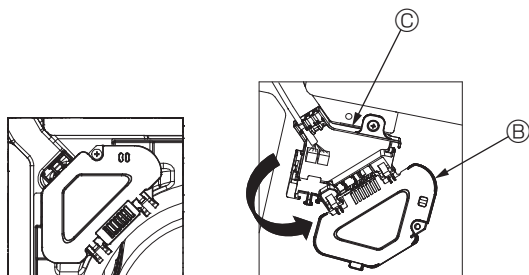

Fig. 4-5
- ③ Retire el tornillo que sujeta la cubierta de la caja de conexión, y luego abra la cubierta. (Fig. 4-5)
- ④ Coloque el conector del cable de enlace en la caja de conexión.
- ⑤ Instale la cubierta de alambre y la cubierta de la caja de conexión.